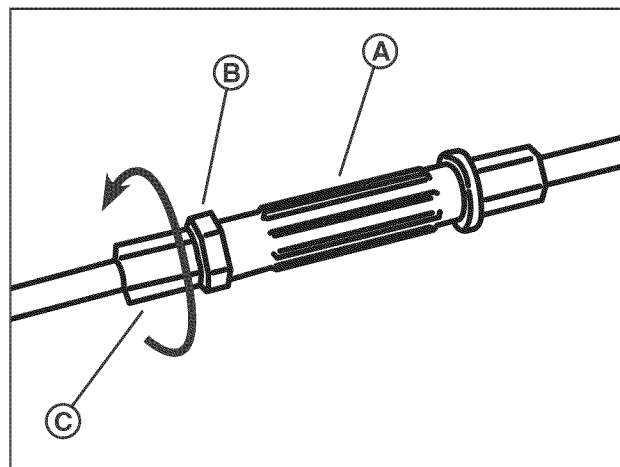

Figure 17: Régler le câble d'entraînement
1. Si le système d'entraînement patine, desserrer le contre-écrou (B, Figure 17) sur le tendeur de réglage (A) et faire tourner la virole (C) d'un demi-tour dans la direction indiquée. Vérifier le système d'entraînement et contrôler s'il glisse ou non.